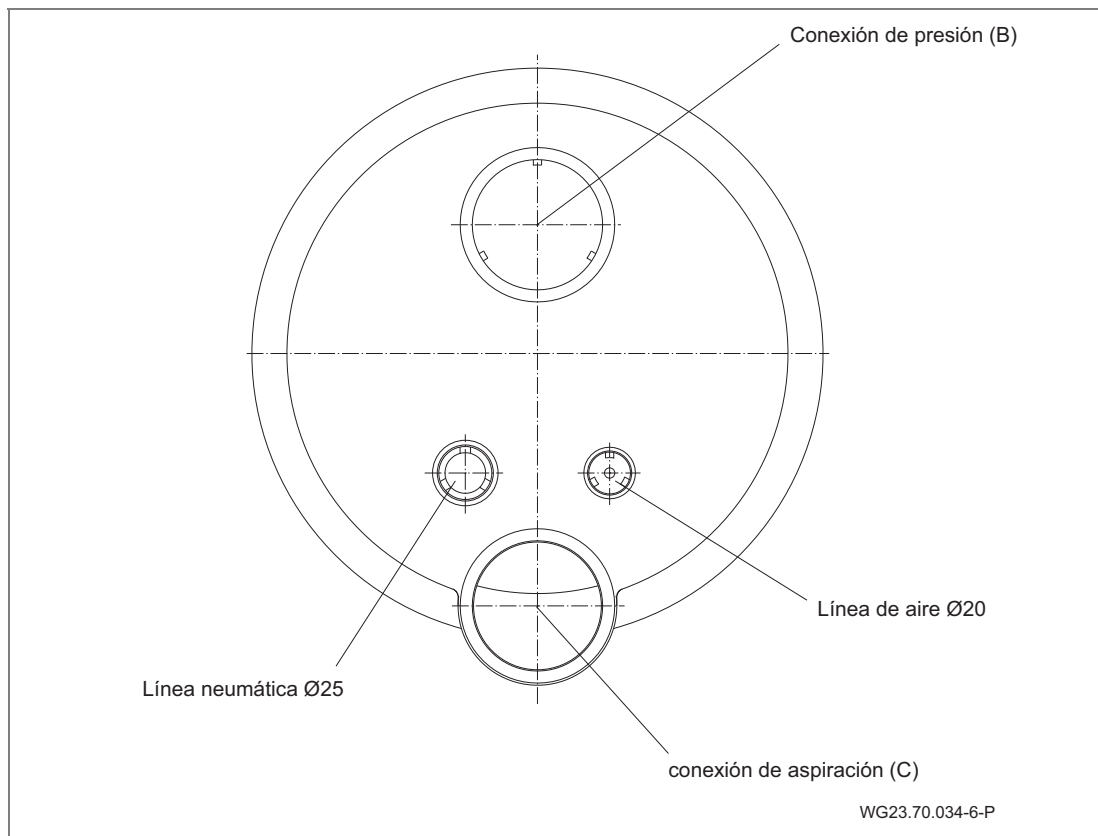

Fig. 15
1. Pegar la manguera protectora para cables y la manguera para la tubería de aire. (Fig. 15)